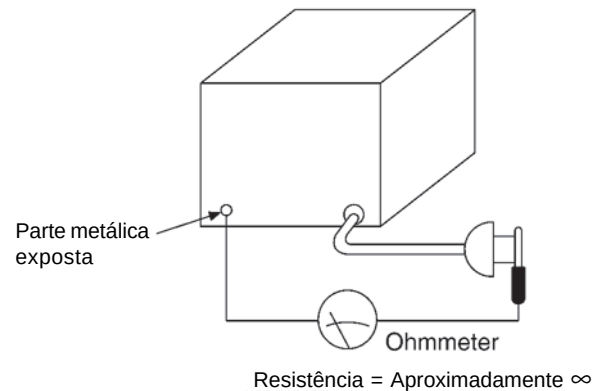

Fig.2
5. Em equipamento sem terminais de antena, a leitura do ohmímetro deverá ser infinito em todas as partes expostas. (Fig.2)